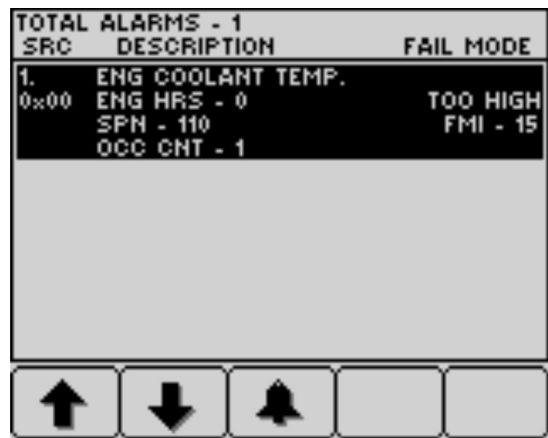

図 38
3. ボタン1-5で、不具合の内容を確認する 図 38。
4. ボタン1-5で、不具合の内容を確認する 図 38 エンジン関係のアドバイス \(ページ 32\)を参照。